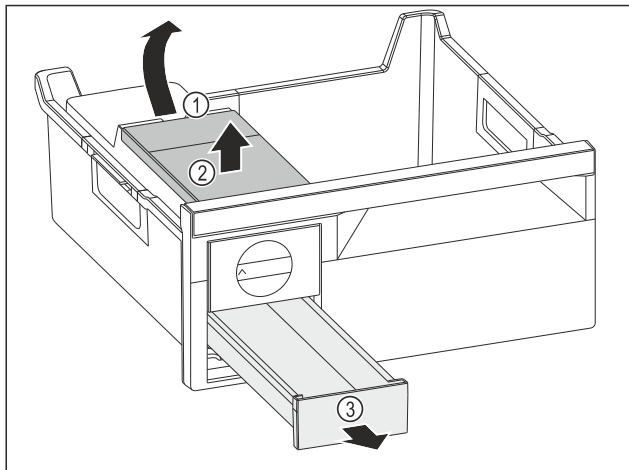

Fig. 110
- ▶ Scoaterea rezervorului de apă: Ridicați rezervorul de apă de la degajare Fig. 110 (1).
- ▶ Scoateți rezervorul de apă Fig. 110 (2) în sus.
- ▶ Scoateți sertarul pentru cuburi de gheață Fig. 110 (3) spre înainte.